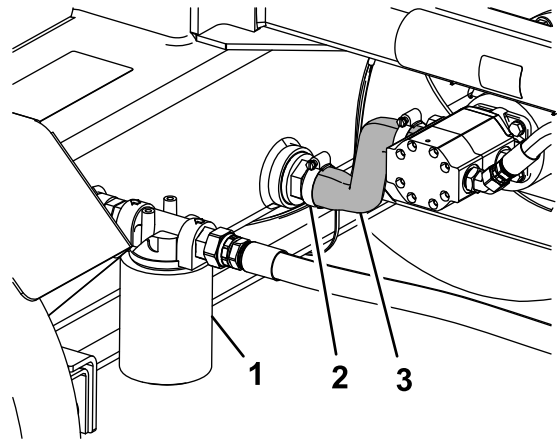

Figura 36
2. Coloque un recipiente de vaciado debajo de la manguera de aspiración que está conectada al depósito (Figura 36).